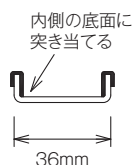

図1 緩衝テープの貼付
- ・ 邸別割付図を参照し、支柱カバーセット階段部（アンカー側）①の取付位置の墨出しを行う。
- ・ A部拡大図1に示すように、段板端から支柱芯（露出階段の場合は、段板端から支柱芯までを45mm以上にしてください。）までの寸法を押さえ正確に墨出しを行う。（穴位置をマーキングする）
- ・ 墨出しが済んだら、電動ドリルにてφ4の下穴を開け、同梱の皿木ネジ②にて支柱ベースプレート部分を仮固定する。
A部拡大図1
- ・まず図1に示すように、全ての36幅支柱に同梱の緩衝テープを貼り付ける。